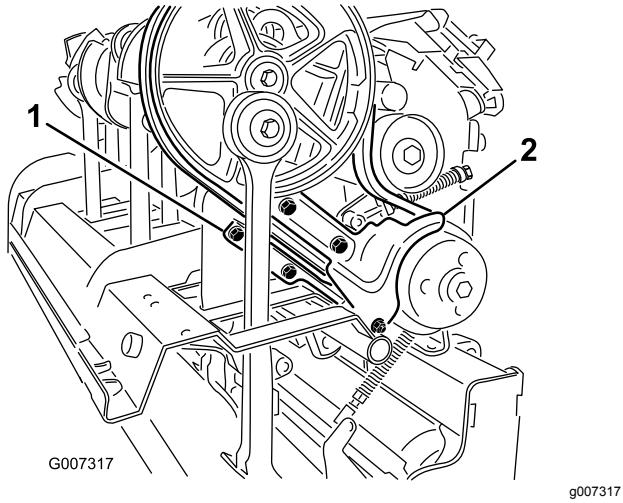

Figura 37
- Retire las fijaciones que sujetan el deflecto de tierra y el protector inferior de la correa (Figura 37). Desmonte el deflecto de tierra y el protector inferior de la correa.